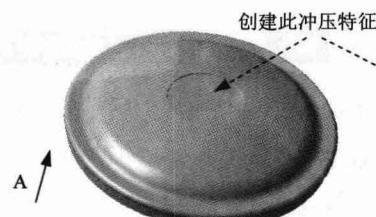

图 1.12 用户冲压 1
Step6. 创建图 1.12 所示的成形特征——用户冲压 1。
(1) 切换工作台。选择下拉菜单 **开始** → **机械设计** → **Generative Sheetmetal Design** 命令切换至“创成式钣金设计”工作台。
(2) 定义工作对象。在 **工作对象** 上右击, 然后在弹出的快捷菜单中选择
(3) 选择命令。选择下拉菜单 **插入** → **Stamping** → **User Stamp...** 命令。